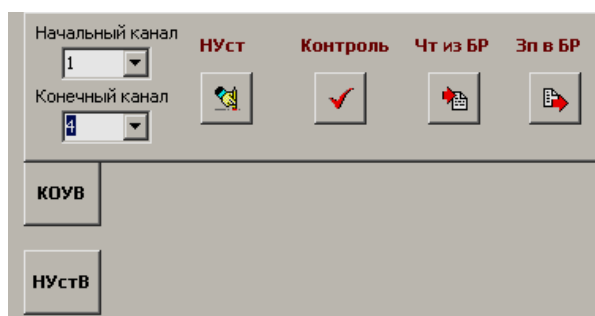

Рисунок 4.15
##### 4.8.1 Выбрать начальный и конечный каналы для записи (рисунок 4.15).
4.9.1 Выбрать начальный и конечный каналы для чтения (рисунок 4.15).